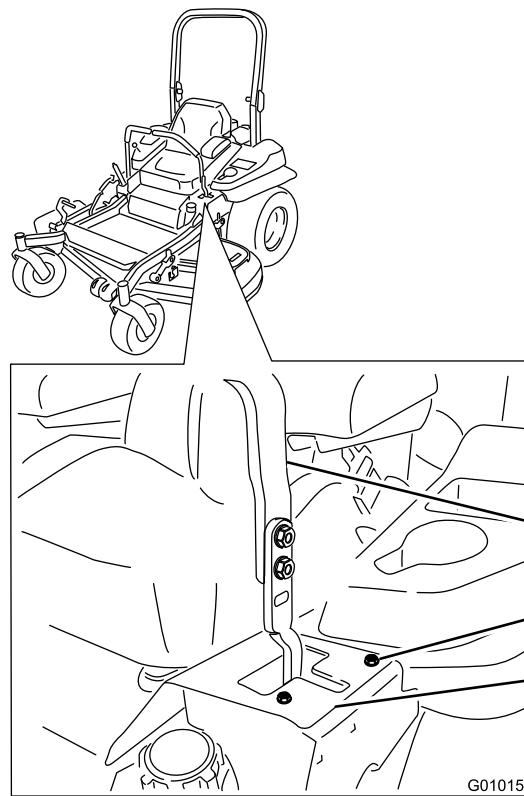

Figura 50
7. Si se desvía hacia la izquierda, afloje los pernos y ajuste la chapa del tope derecho hacia atrás en la ranura en T de la derecha hasta que la máquina avance en línea recta (Figura 50).
8. Apriete la chapa del tope (Figura 50).
6. Si se desvía hacia la derecha, afloje los pernos y ajuste la chapa del tope izquierdo hacia atrás en la ranura en T de la izquierda hasta que la máquina avance en línea recta (Figura 50).